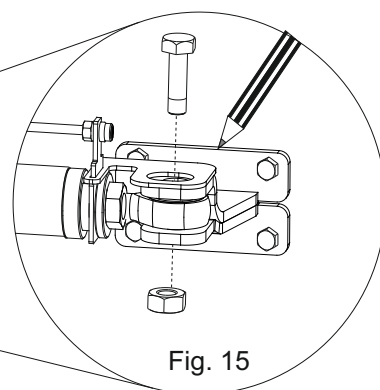

Fig. 15
- 2) Marcar la posición del soporte delantero (fig.15).